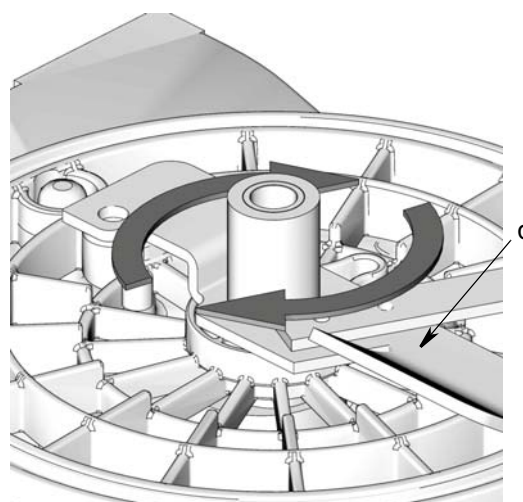

ABB. 5
6. **Bei allen Installationen** muss der Flügel (d) **im Uhrzeigersinn** gedreht werden, um ihn zu lösen und von der G3-Basis abzunehmen (ABB. 5).